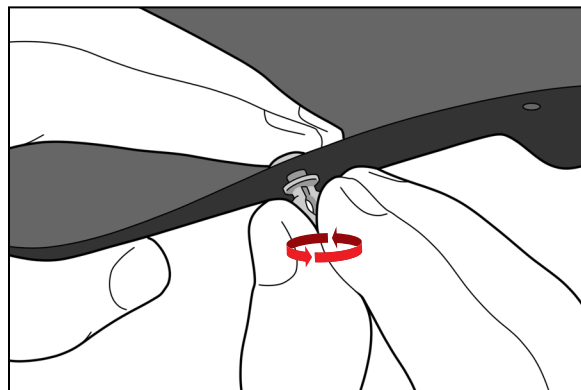

Figure 4
1. Visser de plusieurs tours (1) broche BoS 2.1 sur l'extrémité saillante de la vis. (Figure 4).